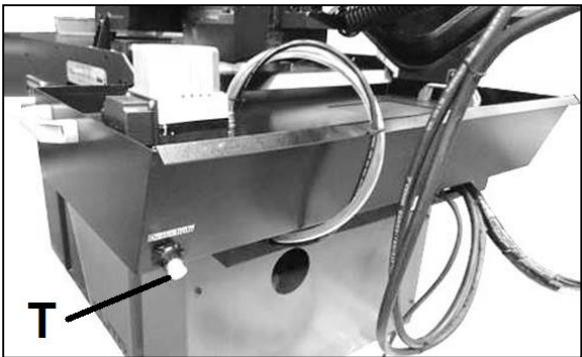

Abb. 9-2: Kühlmitteltank
- Den Ablassstopfen (T, Abb. 9-2) entfernen. Das Kühlmittel ablaufen lassen.